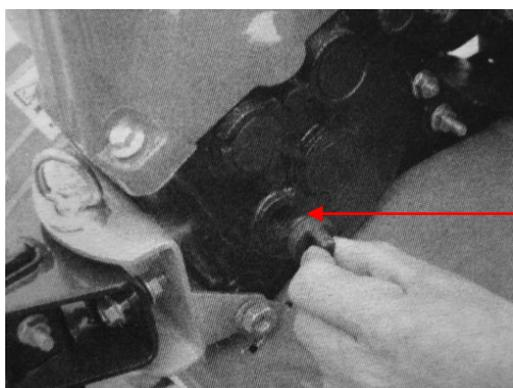

Figure 4
- Расположите мотокультиватор на горизонтальной поверхности и снимите пробку (см. Рис.4).